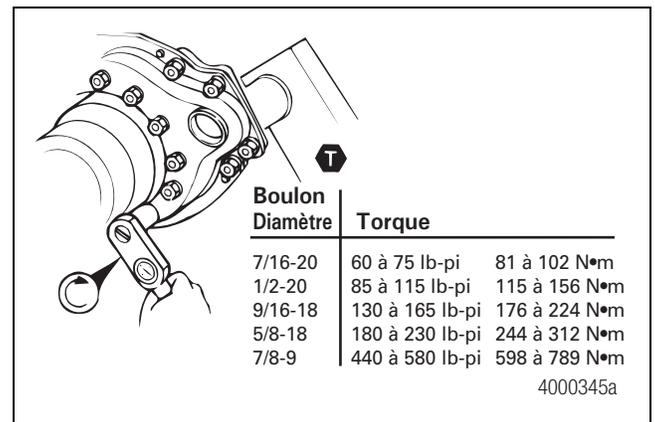

Figure 4.4
- Serrer tous les boulons du porte-segments au couple prescrit. Figure 4.4.
3. Si le support de l'axe de came a été déposé, installer la bague d'étanchéité du support du récepteur de freinage et le support sur le porte-segments. Serrer les boulons au couple prescrit. Figure 4.4.